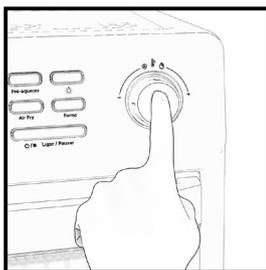
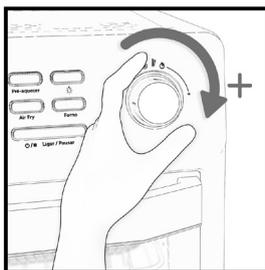
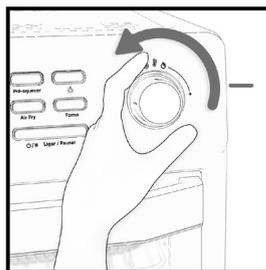

Figura 1
Figura 2
Figura 3
1. Pressione o botão seletor uma vez (Figura 1).
2. Gire para a direita para aumentar (Figura 2) ou para a esquerda para diminuir (Figura 3) para ajustar o TEMPO.
2. Pressione o botão seletor mais uma vez (Figura 1). Gire para a direita para aumentar (Figura 2) ou para a esquerda para diminuir (Figura 3) para ajustar a TEMPERATURA.